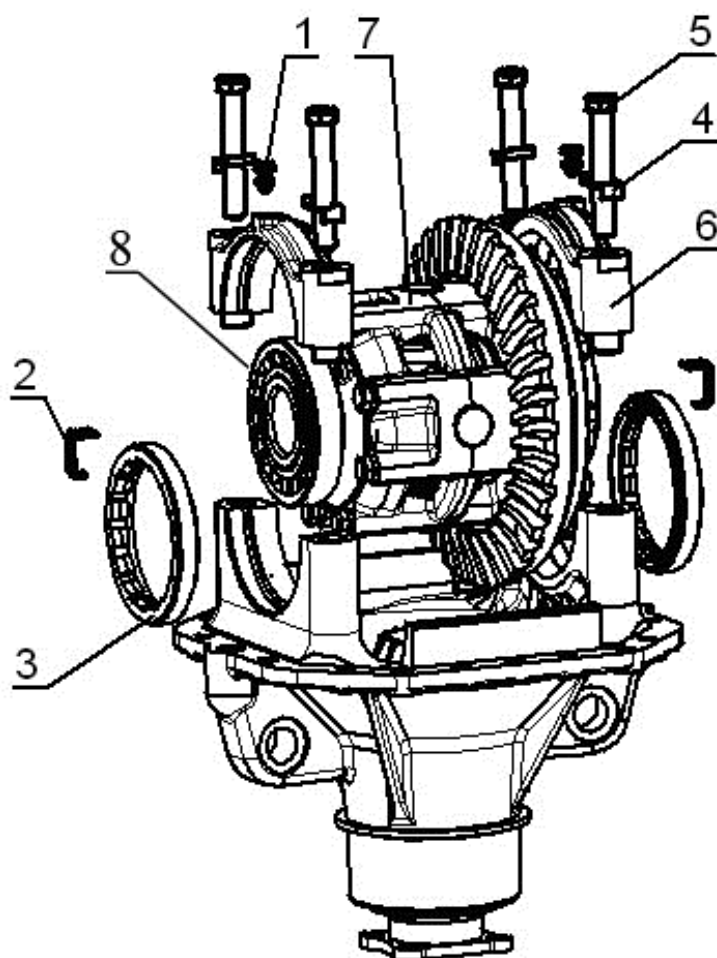

Рис.5.19
3) промаркируйте правый и левый корпус подшипников (6), (рисунок 5.19), чтобы обеспечить правильность последующей сборки;
4) отверните болты (1), (рисунок 5.19), и снимите стопорные пластины (2);
5) отверните гайки (3), (рисунок 5.19), и отогните стопорные пластины (4) и отверните болты (5);
6) снимите корпуса подшипников (6), (рисунок 5.19), затем дифференциал (7) в сборе с ведомой шестерней;